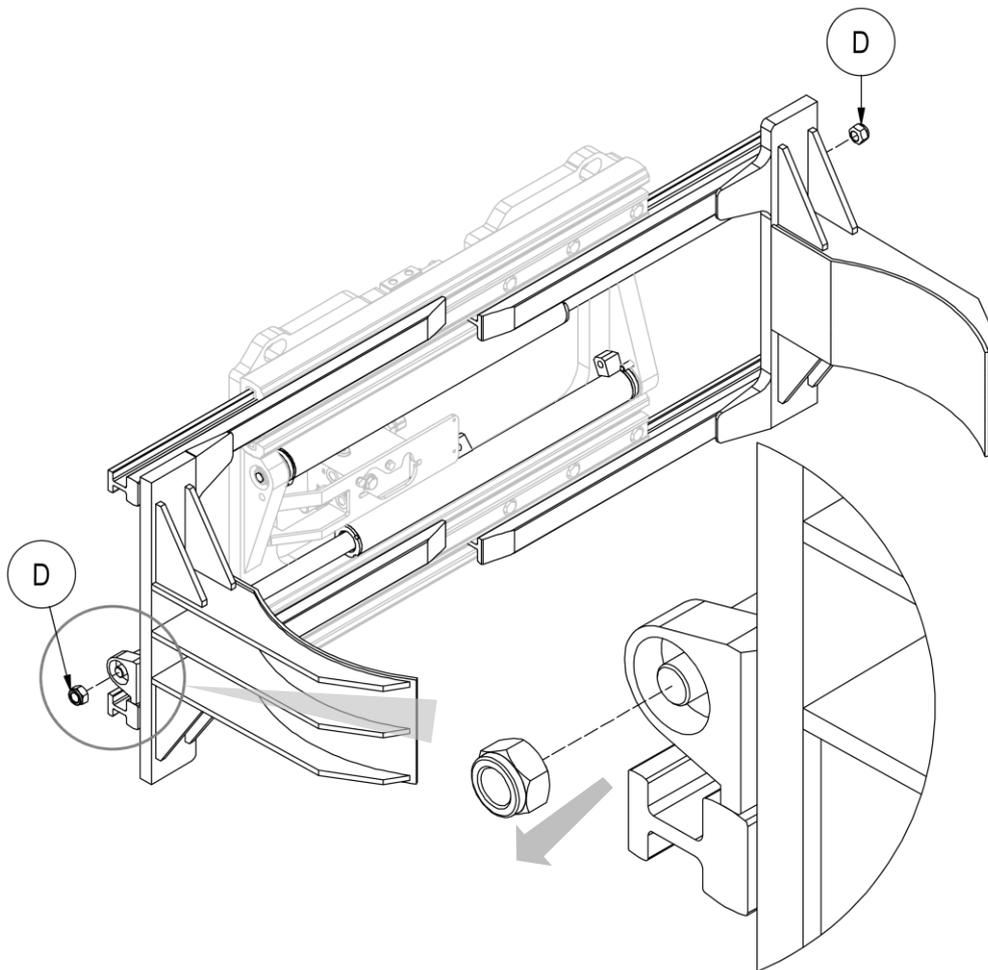

Figura 47
3. Rimuovere i dati **D** che vincolano i cilindri alle forcelle (vedi *Figura 47*).